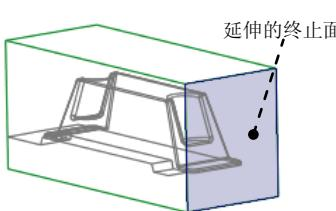
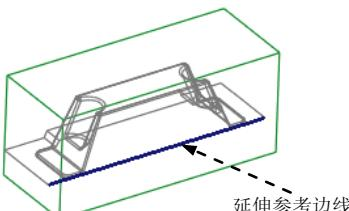
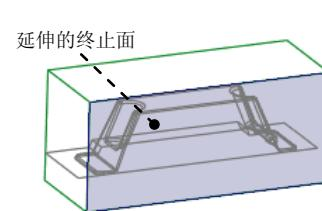

图 12.20 选取延伸的终止面
图 12.21 选取延伸参考边线
图 12.22 选取延伸的终止面
- (2) 单击 **分型面** 功能选项卡 **编辑** ▾ 区域的 **延伸** 按钮, 此时出现 **延伸** 操控板。
- (3) 选取延伸的终止面。
- ① 在操控板中按下 按钮 (延伸类型为至平面)。
- ② 在系统的提示下, 选取图 12.20 所示的坯料的表面为延伸的终止面。
- ③ 单击 按钮, 完成延伸曲面 4 的创建。
- (1) 按住 Shift 键, 选取图 12.21 所示的边线为延伸参考边线。
(3) 选取延伸的终止面。
- ② 在系统的提示下, 选取图 12.22 所示的坯料的表面为延伸的终止面。
- ③ 单击 按钮, 完成延伸曲面 5 的创建。